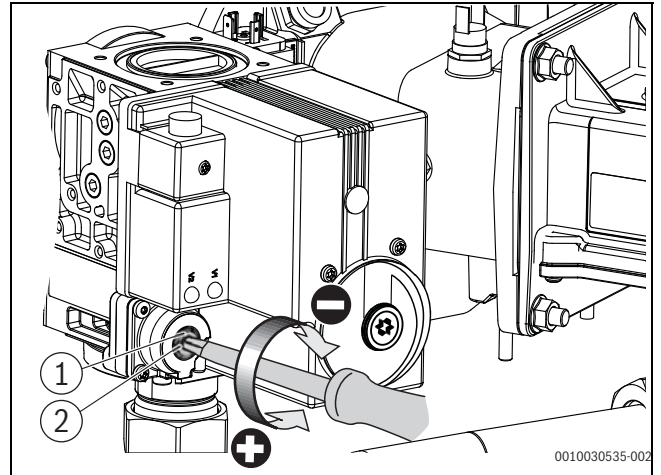

Fig. 18 Indstilling af O₂-indholdet ved dellast (kedelstørrelse 150 kW – 300 kW)
- Drej lukkeskruen på gasarmaturet ud (→ fig. 18).
- Indstil O₂-værdien på indstillingsskruen for dellast til $5,7 \pm 0,4$ % (→ fig. 18).